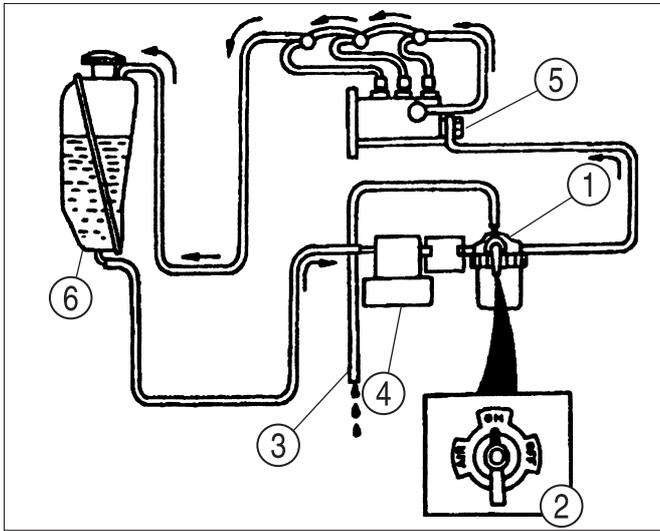

FIG. 73
**FIG. 73 :** Vérifiez que le réservoir de carburant est plein pour fournir l'écoulement par gravité du carburant dans le filtre. Tournez le robinet (2), sur le filtre à carburant sur la position AIR (poignée vers l'avant).